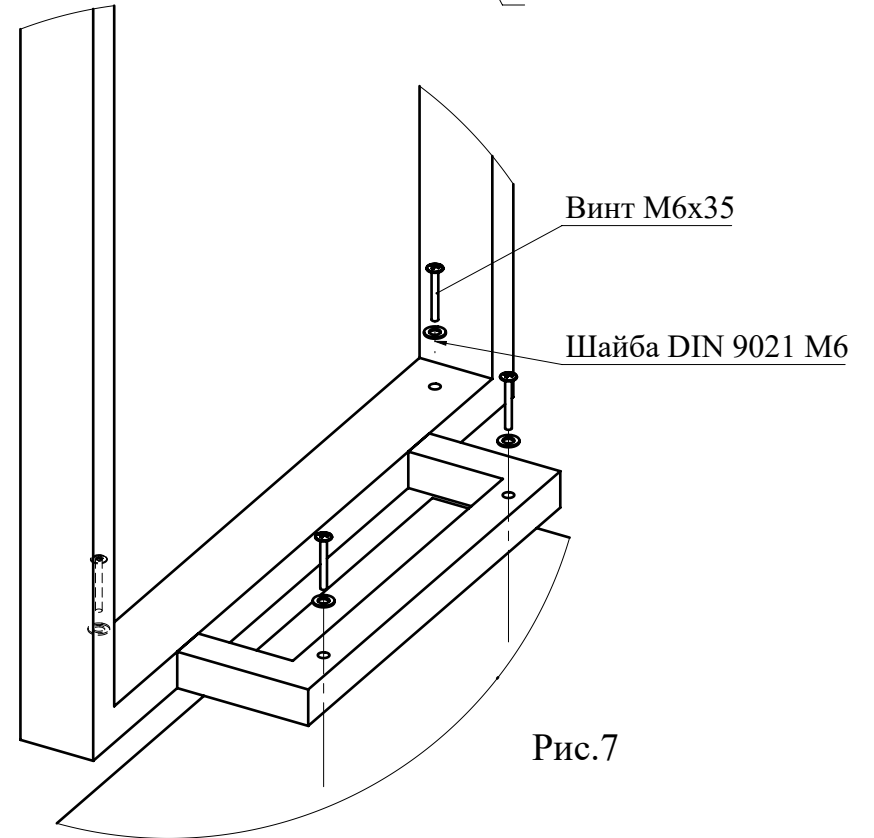

Рис.7
- Прикрутите стойку матовую белую (Рис. 7).